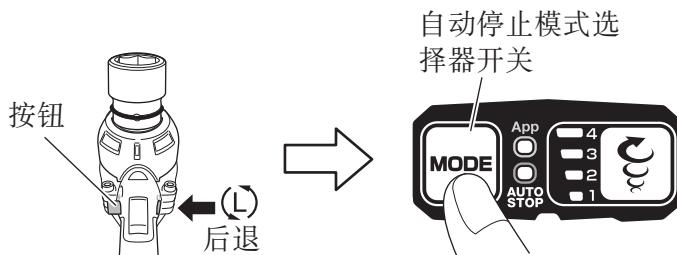

图 18
## (4) 自动慢速模式 (仅限反转时) (图 18, 表 7)